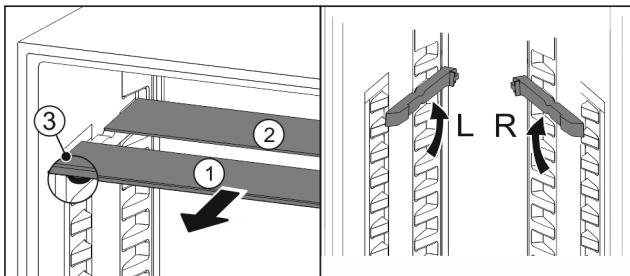

Fig. 67
- ▶ 将玻璃隔板逐个向前拉出 Fig. 67 (1)。
- ▷ 带装饰条的玻璃隔板 Fig. 67 (1) 在前。
- ▷ 阻挡装置 Fig. 67 (3) 指向下方。